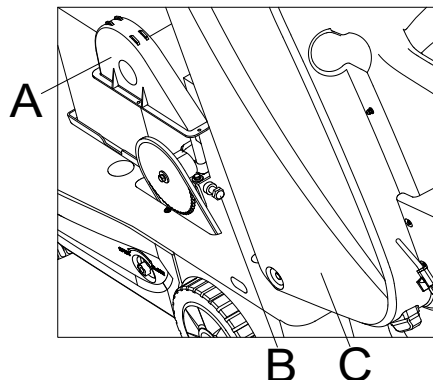

Рис. 41
5. Когда заднее колесо ослаблено, откройте кожух (С, рис. 41) и крышку колесной цепи (А, рис. 41), отрегулируйте регулировочный винт колесной цепи (В, рис. 41), чтобы убедиться, что цепь правильно затянута.